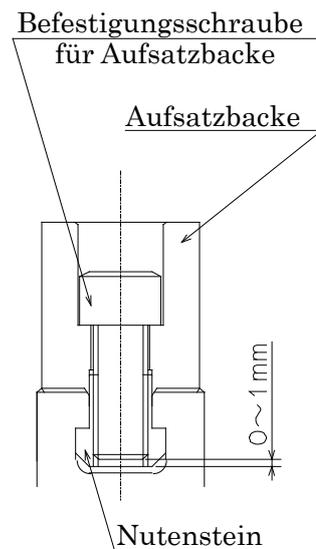

Figura 10
- Se la profondità di avvitamento del bullone di fissaggio della griffa sul dado a T è insufficiente, il dado a T può danneggiarsi, causando il distacco della griffa e del pezzo in lavorazione una conseguente condizione di potenziale pericolo. Se il bullone di fissaggio è troppo lungo e fuoriesce anche dalla parte inferiore del dado a T, la griffa e il pezzo in lavorazione potrebbero distaccarsi, causando una condizione di potenziale pericolo, poiché la griffa riportata non è adeguatamente fissata in posizione. Pertanto, la lunghezza complessiva del bullone di fissaggio della griffa deve essere di circa 0-1 mm dalla parte inferiore del dado a T (fare riferimento alla figura 10).